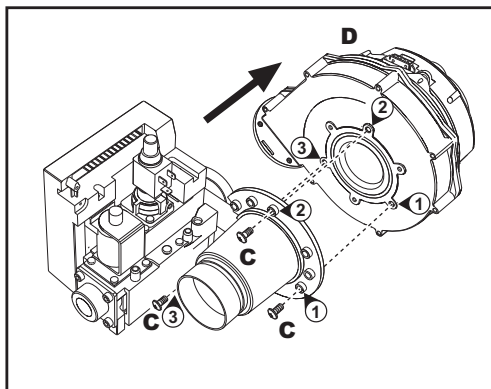

fig. 56 - modello ENERGY TOP B 125 - 250
6. Svitare le viti "C" e staccare il ventilatore "D" (fig. 56 - solo modello ENERGY TOP B 125 - 250)